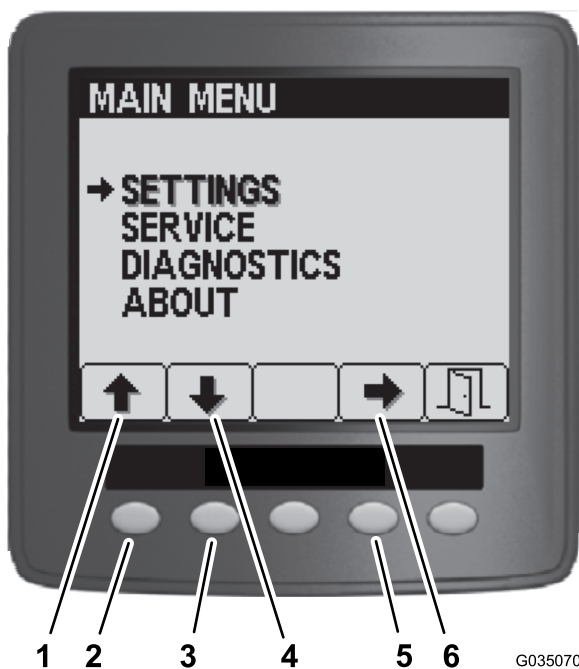

Figure 96
3. Sur le Menu principal, appuyez sur la touche 1 ou 2 jusqu'à ce que l'option Réglages soit en surbrillance, puis appuyez sur la touche 4 pour accéder aux menus de Réglages (Figure 96).